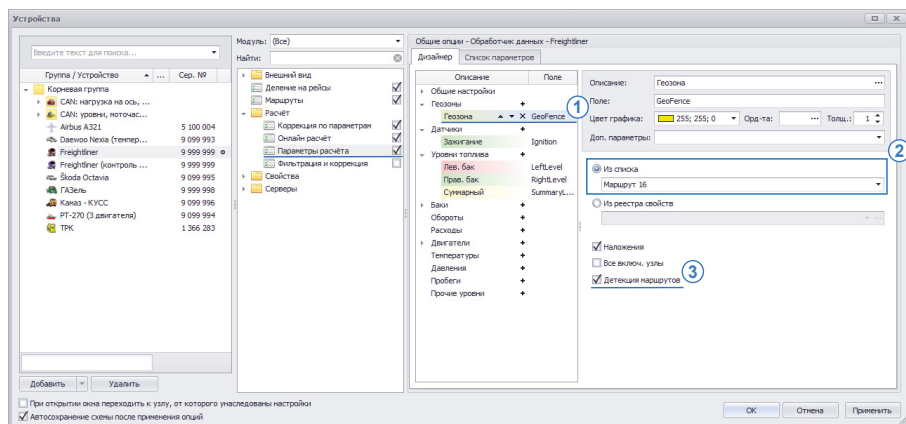

Рис.239. Настройка автоопределения маршрутов.
После создания маршрута необходимо добавить в программу параметр геозоны и назначить этому параметру геозоны маршрута для контроля прохождения. Для этого в меню «Устройства» необходимо перейти в раздел *Расчет – Параметры расчета* на вкладку «Дизайнер» (Рис.239).
- добавить новый параметр в группу «Геозоны» (Рис.239, п.1);
- назначить параметру геозоны маршрута. Для удобства рекомендуется объединить геозоны маршрута в одну группу в Селекторе геозон и назначить параметру эту группу (Рис.239, п.2);
- разрешить автоопределение маршрута, включив опцию «Детекция маршрутов» (Рис.239, п.3);